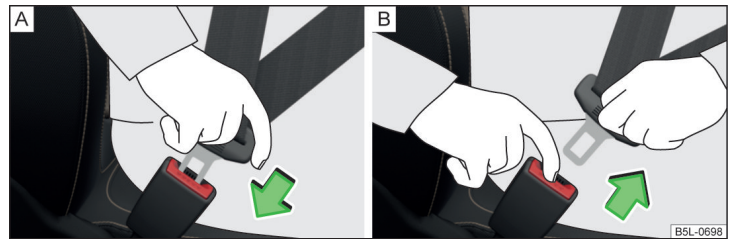

Abb. 6 Sicherheitsgurt anlegen / ablegen
- › Die Schlosszunge in das zum Sitz gehörende Gurtschloss » Abb. 6 - A stecken, bis diese hörbar einrastet.
- › Die Schlosszunge fassen und die rote Taste im Gurtschloss drücken » Abb. 6 - B, die Schlosszunge springt heraus.